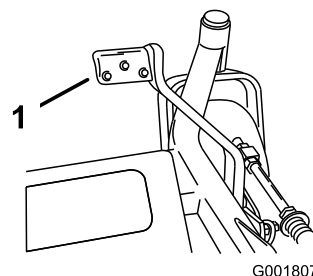

Bild 19
2. Drücken Sie den gefederten Hebel und ziehen Sie den Schnitthöhenhebel nach oben (Bild 19).